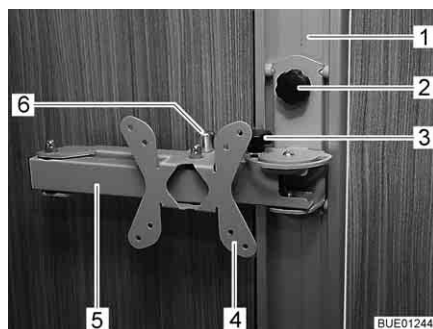

Bild 49 Fäste på skena
- Lossa vingskruven (Bild 49,2) och positionera fästet (Bild 49,4) i skenan (Bild 49,1) på önskad höjd.
- Lossa vingskruven (Bild 49,3).
- Dra i låsknappen (Bild 49,6). Den ledade armen (Bild 49,5) är upplåst.
- Drag åt vingskruven (Bild 49,3) igen.
- Vrid tillbaka den platta bildskärmen till utgångsläget, tills den ledade armen (Bild 49,5) hakar fast i låset (det hörs att den hakar fast).
- Lossa vingskruven (Bild 49,2), positionera fästet (Bild 49,4) i önskad höjd och dra fast vingskruven igen.